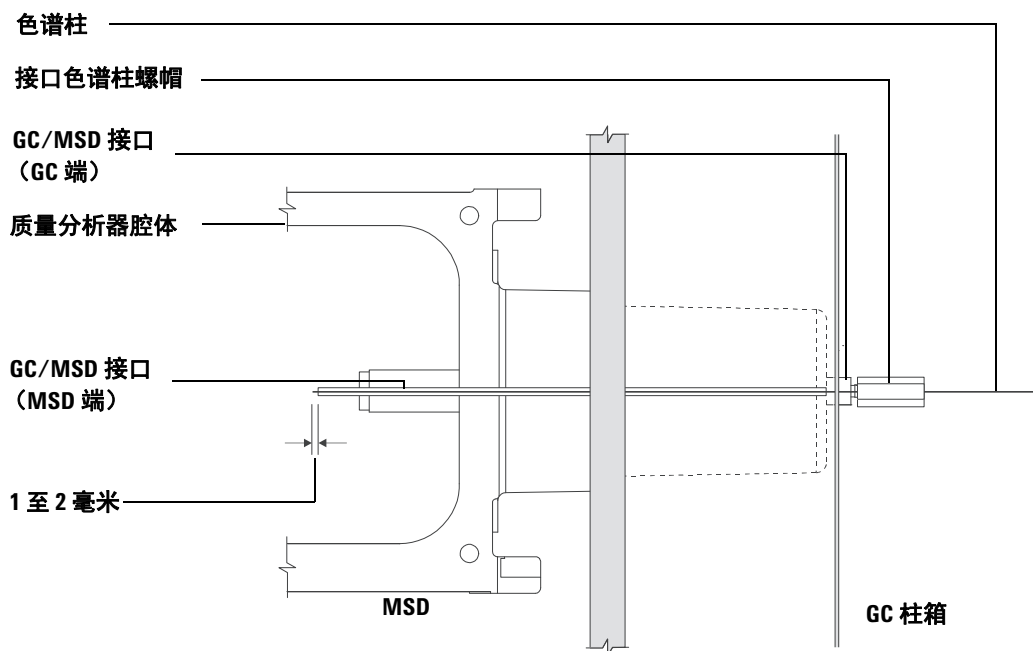

图 11 MSD - GC 色谱柱连接
- 10 调整色谱柱，这样它将伸入到质量分析器腔体 1-2 毫米，越过了 GC/MSD 接口，并用手拧紧螺帽。请参见图 11。